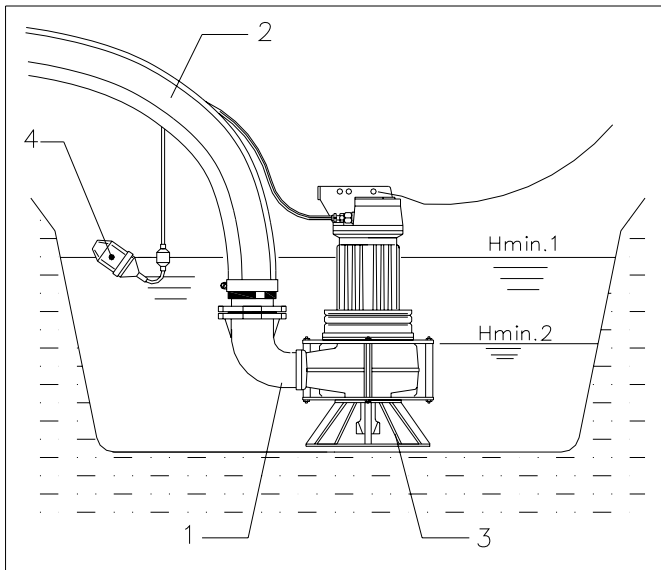

Fig. 6.8
- De pomp voldoende koeling heeft. Het minimale mediumniveau dient 2/3 van het motorhuis te zijn (zie Fig.6.8).